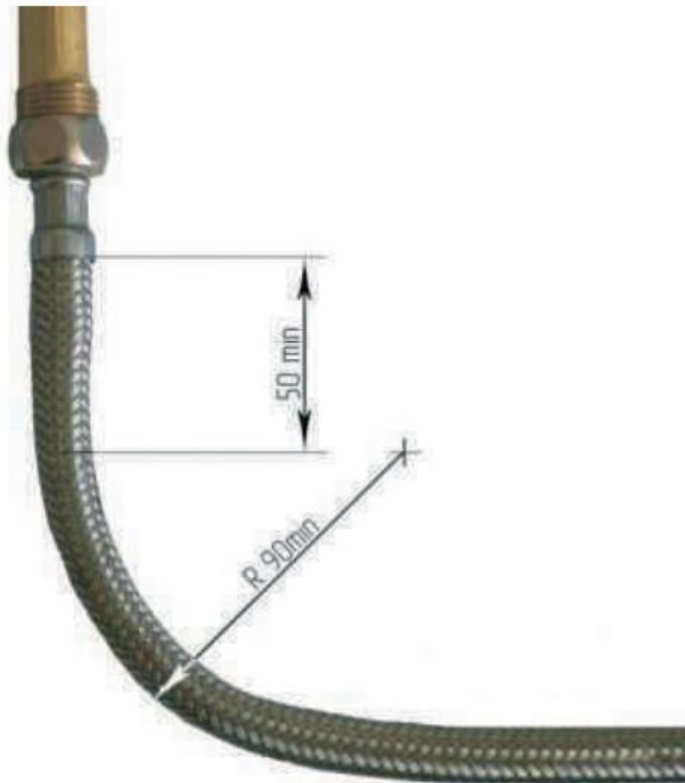

Рис. 5 Допуск вигину шлангу
- встановлення шлангу з вигином поблизу наконечників. Пряма ділянка шлангу без вигину повинна бути не менше 50 мм. Мінімально допустимий радіус вигину шлангу по зовнішній поверхні (відносно вигину) становить 90 мм (див. рис. 5).